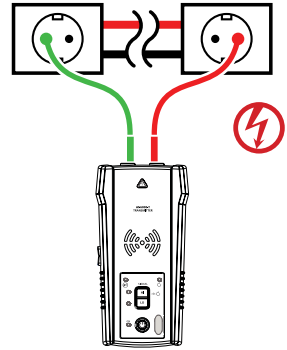

Figura 3.1a
2. Conecte el terminal rojo al cable de línea/fase energizado (del lado de carga del sistema). La señal se transmitirá ÚNICAMENTE entre el lado de carga al que está conectado el transmisor y la fuente de alimentación (consulte la Figura 3.1a).